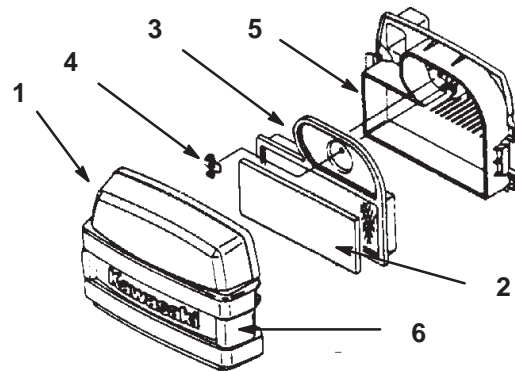

Bild 31
3. Reinigen Sie den Bereich um den Luftfilter herum, um zu verhindern, dass Schmutz in den Motor fällt und Schäden verursacht. Lösen Sie die beide Seitenriegel und nehmen die Luftfilterabdeckung heraus (Bild 31).
4. Schieben Sie den Schaumeinsatz vorsichtig vom Papiereinsatz herunter (Bild 31).
5. Schrauben Sie die Flügelmutter los und entfernen Sie den Papiereinsatz (Bild 31).
1. Waschen Sie den Schaumeinsatz mit Flüssigseife und warmem Wasser (Bild 31). Spülen Sie den sauberen Einsatz gründlich.
1. Schieben Sie den Schaumeinsatz vorsichtig auf den Papiereinsatz (Bild 31).
2. Schieben Sie die Luftfiltergruppe auf das Luftfilterunterteil und drehen die Flügelmutter auf (Bild 31).
3. Setzen Sie die Luftfilterabdeckung ein und verriegeln Sie sie (Bild 31).